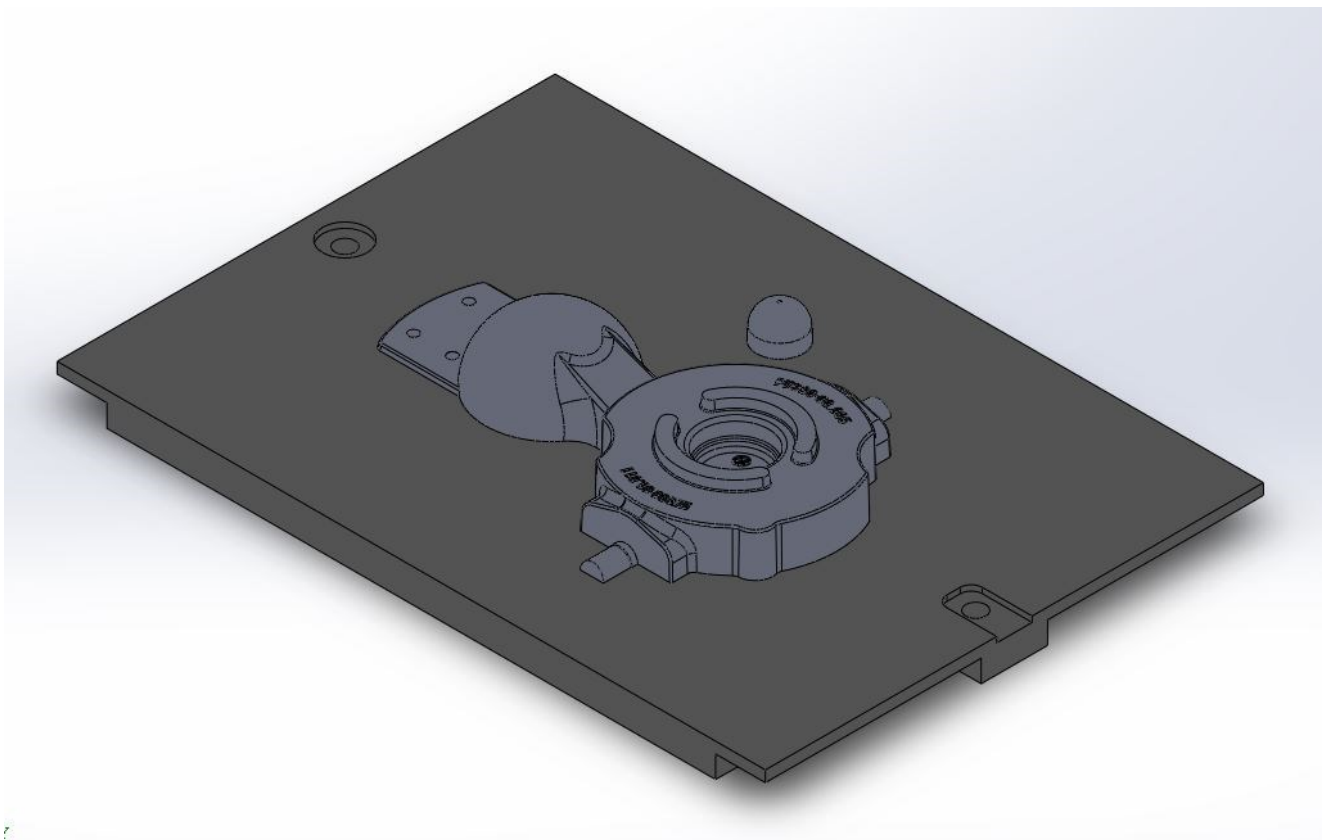
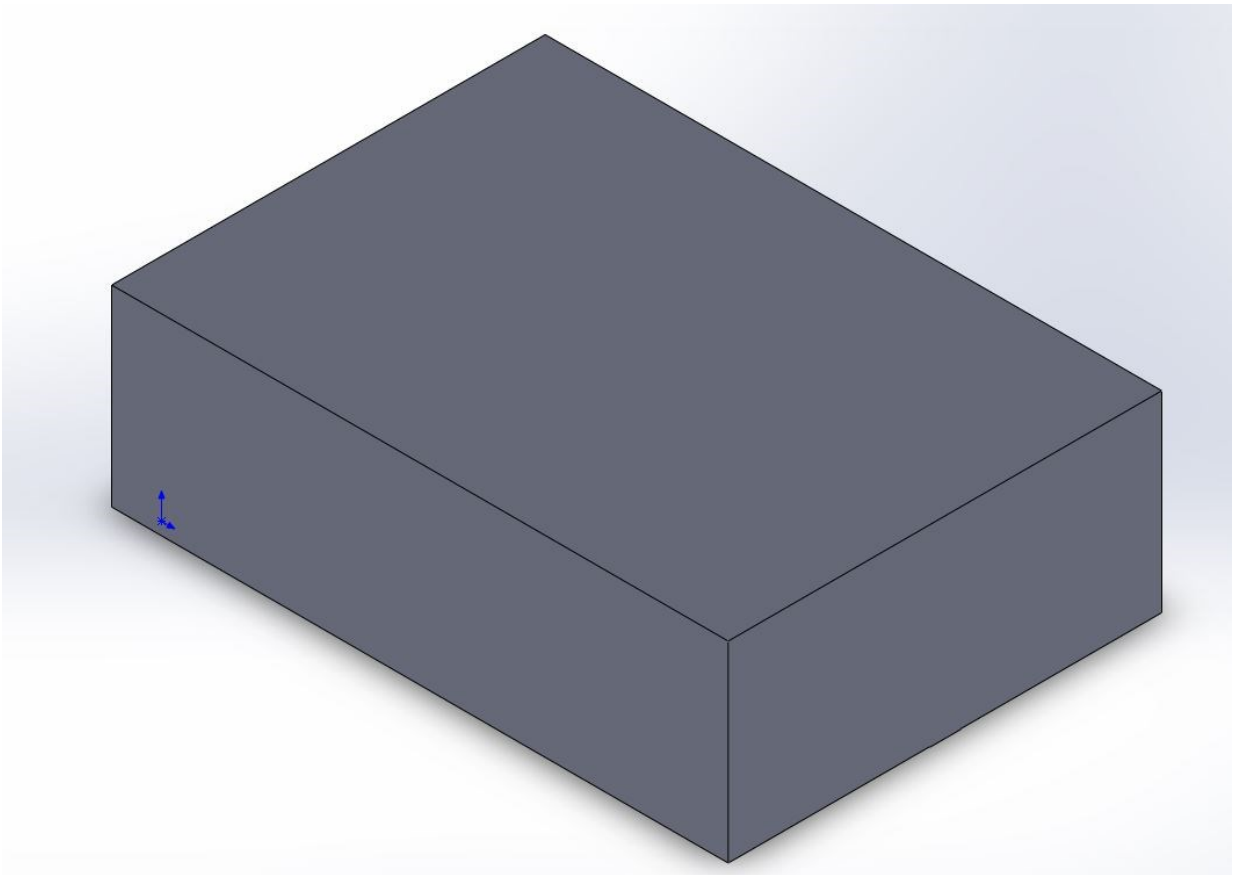
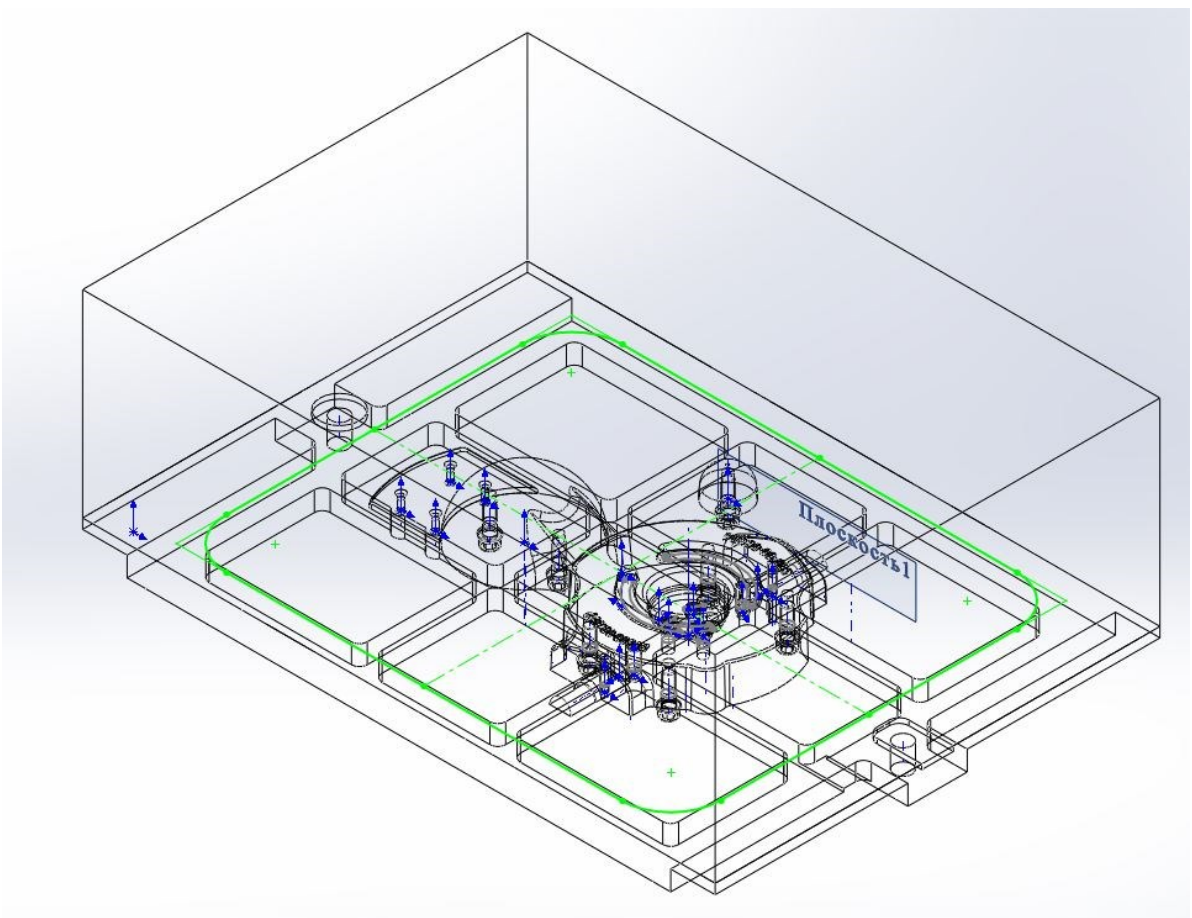

Рисунок 5.2 – 3Д зборка модельного комплекту низу
Рисунок 5.3 – 3Д модель заготовки (основи) нижньої напівформи
Рисунок 5.4 – Проміжна 3Д зборка для створення порожнини
1. Створити проміжну зборку яка містить 3Д модель виливка (виливків) з 3Д моделями ливниково-живильної системи (рис.5.2) і 3Д модель заготовки (основи) ливарної форми (рис.5.3) як показано на рис. 5.4. Якщо деталь не вдається помістити всередині основи ливарної форми, можливо необхідно видалити взаємозв'язки прямо в дереві конструювання, натиснувши + або *Інструменти / Взаємозв'язки / Відобразити, Видалити.*
Ізометричне зображення побудованої 3Д зборки компоновки виливка з ливниково-живильною системою та заготовки (основи) форми представлено на рис. 5.4.